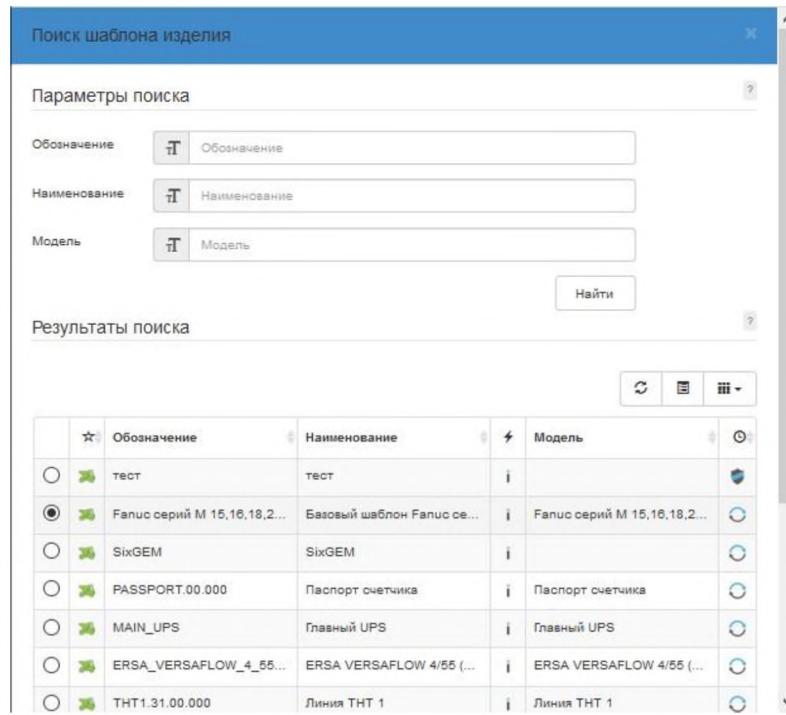

Рисунок 76 – Параметры поиска
- 5) Найдите и выберите шаблон изделия. Нажмите **Далее** (рис. 76).